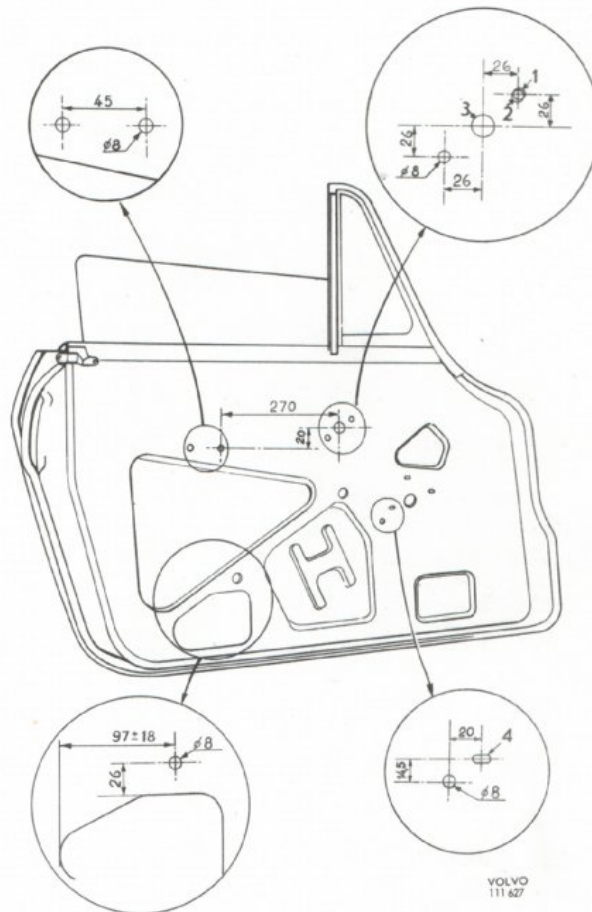

Bild 8.
2. Borra upp nya hål enligt bild 8. Märk först upp hålen vid hissveven och utgå sedan från dem vid uppmärkning av de bakre, övre hålen. Det nedersta hålet ska märkas upp och borraras först i samband med montering av fönsterhissen. Hålet borraras då i det läge då hissen går att veva som lättast.